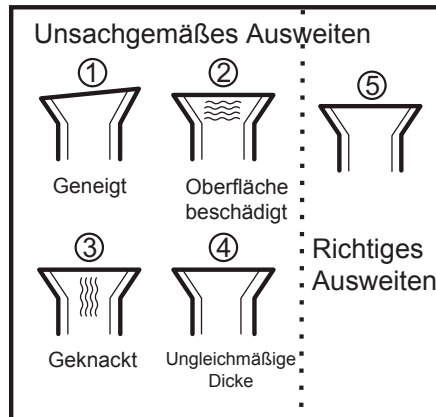

Abb. 6
- Weiten Sie die Rohre aus. Legen Sie den Rohrauslauf in die Kupfermutter vor Aufweiten des Rohrs. Stellen Sie sicher, dass das Loch flach mit Klangfläche und gleichmäßiger Dicke ist (Abb. 6).